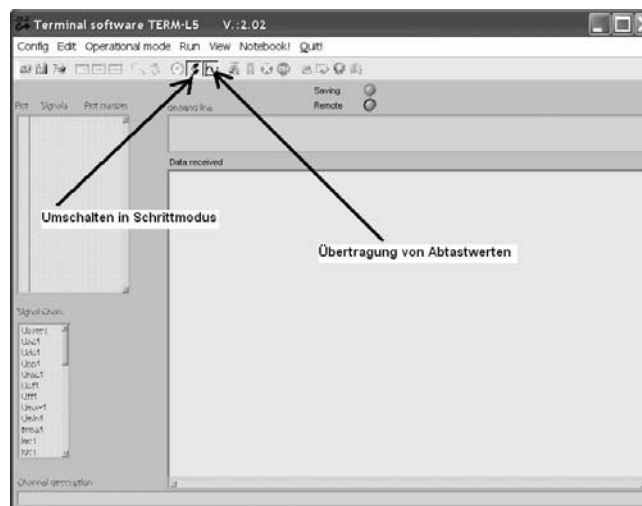

Abbildung 3. Aktivieren der Übertragung von Abtastwerten im Schrittmodus
4. Aktivieren der Übertragung der Abtastwerte im Schrittmodus (Abbildung 3)
6. Aufzeichnung der Abtastwerte. Abbildung 3 illustriert die Einstellung des Beobachtungsfensters.